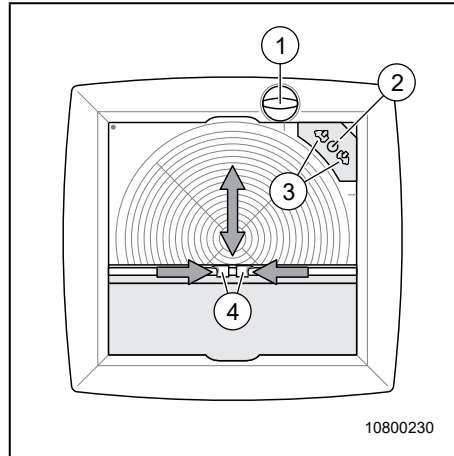

Fig. 52 Ventilateur de lanterneau électrique
- Tourner le bouton (Fig. 52, Pos. 1) dans le sens inverse horaire pour ouvrir ou fermer le lanterneau.
- Activer/désactiver le ventilateur du lanterneau (Fig. 52, Pos. 2) avec le bouton-poussoir.
- Appuyer plusieurs fois sur la touche (Fig. 52, Pos. 3) pour choisir entre différents niveaux d'accélération ainsi qu'entre aération et ventilation. Ceci est affiché au moyen d'une LED.
- Presser le levier de verrouillage (Fig. 52, Pos. 4) et le maintenir enfoncé.
- Relâcher le levier de verrouillage (Fig. 52, Pos. 4).